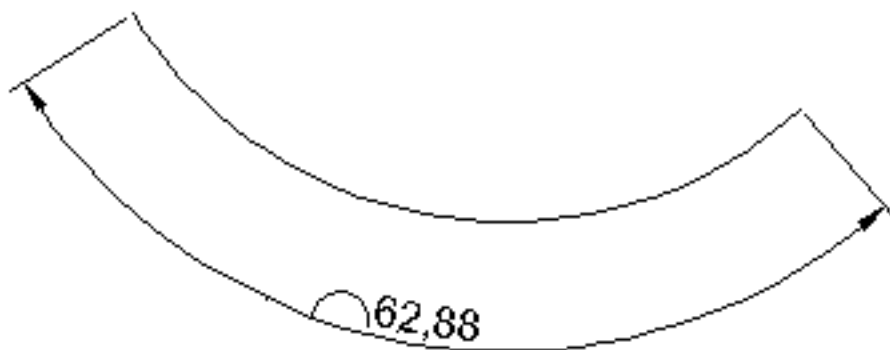

Рис. 5.12. Вставка длины дуги
4. Разместите размерную линию. Чертеж примет приблизительно такой вид, как на рис. 5.12.